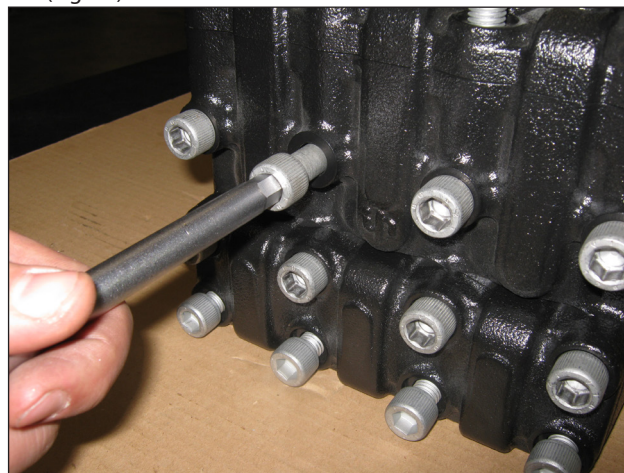

Fig. 36
- A) Svitare le viti fissaggio testata M12x130 (M12x150 su SN6416 e SN6418, M12x190 su SW64) come indicato in (Fig. 36).